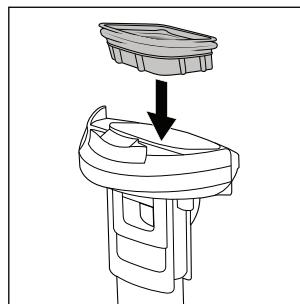

Afb. 26
- ◆ Reinig zo nodig de houder van het vuilwaterreservoir **2** op het apparaat met een vochtige doek (zie afb. 26).